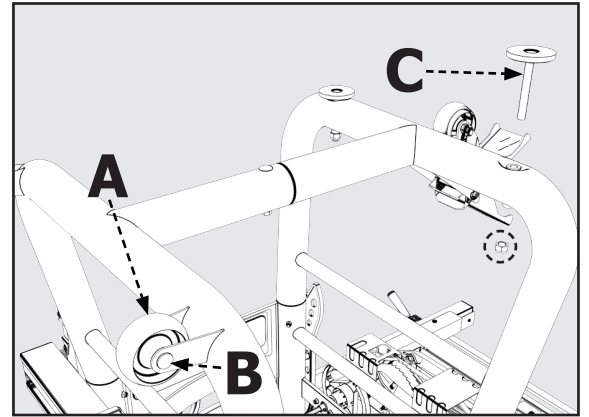
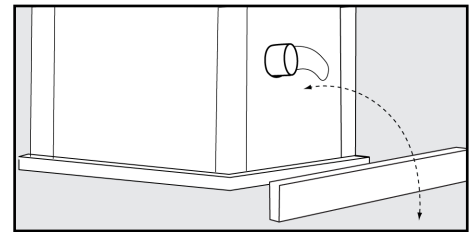

FIGURE 2
FIGURE 3
1. Fixez les deux roulettes intégrées (A) sur les deux pieds gauches, à l'opposé de la roulette pivotante, à l'aide de la goupille axiale M8 X 53 mm comme sur la Figure 2.
2. Vissez les pieds réglables (C) dans les inserts filetés dans le pied droit, à côté de la roulette pivotante.
3. Placez une plaque métallique de 2x4 à l'arrière de la scie, comme indiqué sur la Figure 3, pour éviter d'endommager le capteur à poussière lors du redressement de la scie.
5. Modifiez les deux pieds réglables (C) en les vissant dans la jambe. Les pieds peuvent être ajustés pour niveler la scie et verrouillés en serrant l'écrou M12 sur le dessus. Voir la figure 2.